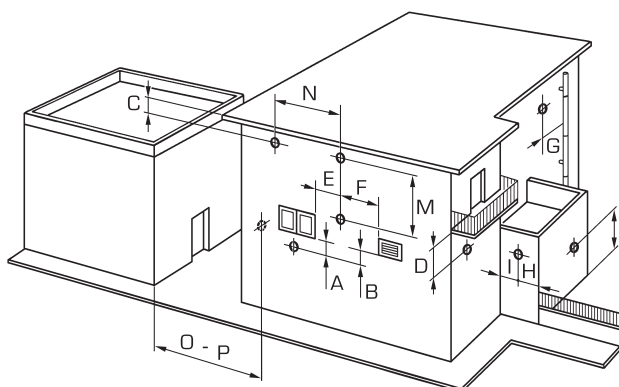

Fig. 10
2.8 POSIZIONAMENTO TERMINALI DI SCARICO (fig. 10)
I terminali di scarico per apparecchi a tiraggio forzato possono essere situati sulle pareti perimetrali esterne dell'edificio. A titolo indicativo e non vincolante, riportiamo nella **Tabella 3** le distanze minime da rispettare facendo riferimento alla tipologia di un edificio indicato in fig. 10.